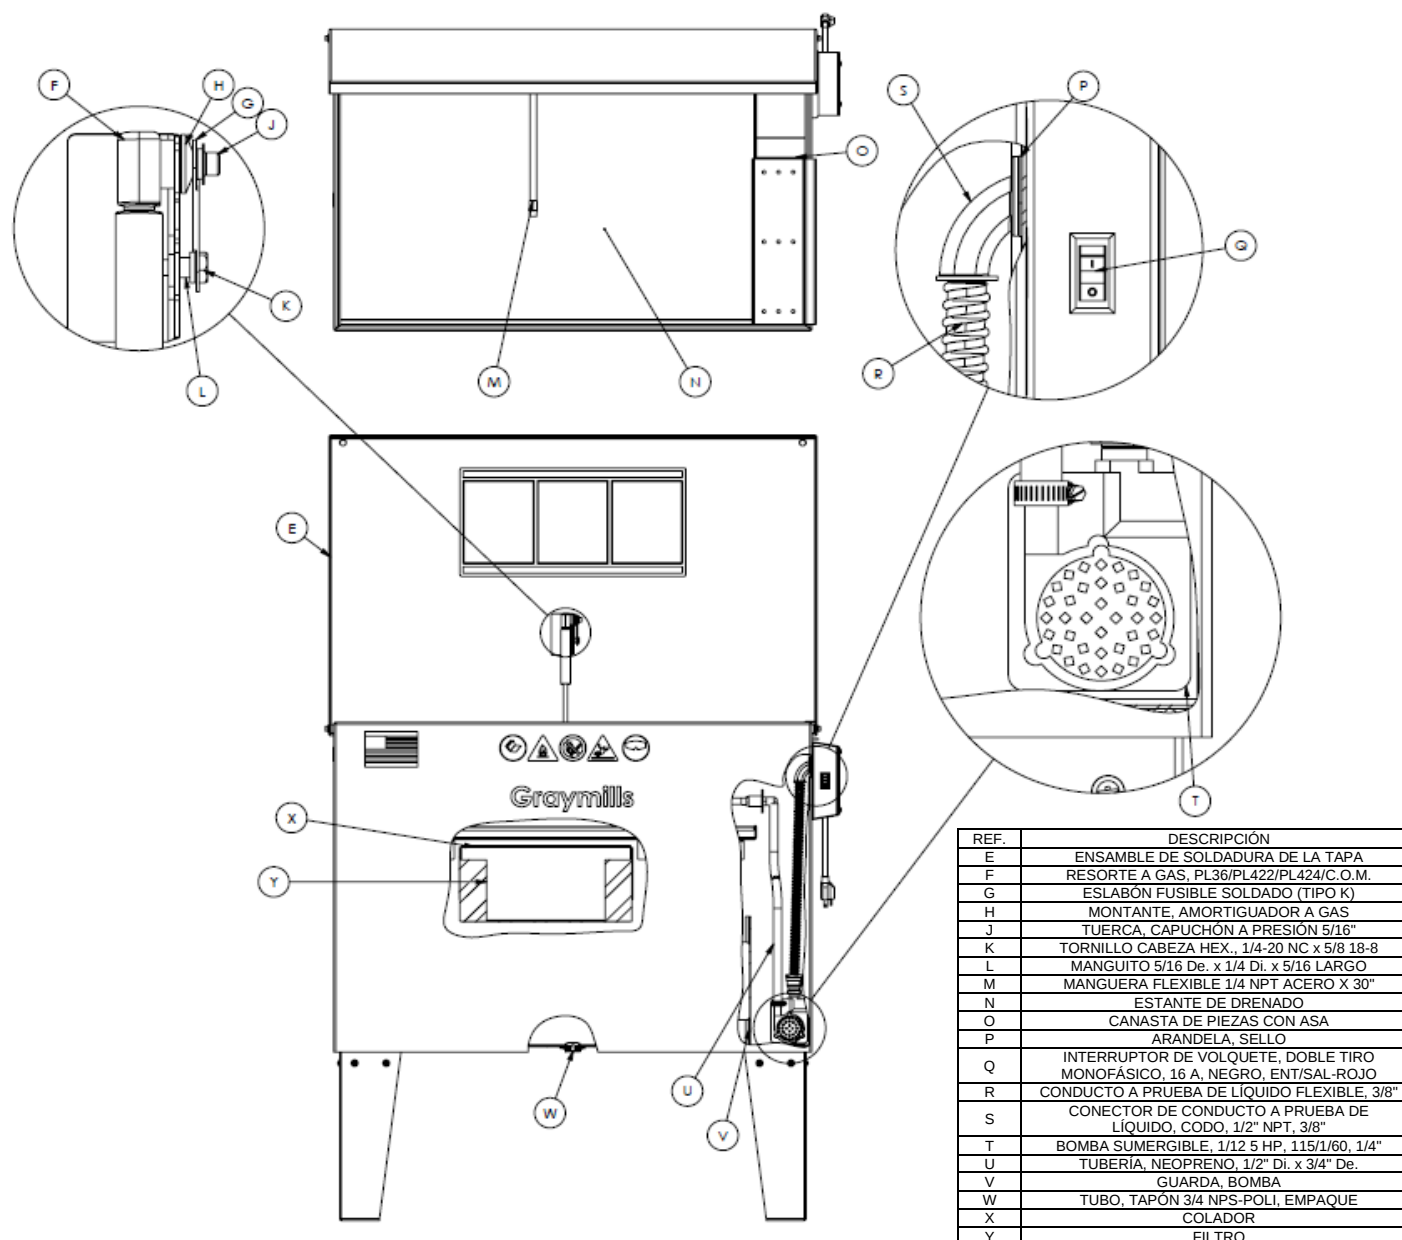

FIGURA 2
Abra la tapa de seguridad automática (FIGURA 2 (E)) de su Handi-Kleen y notará que se levanta con una sola mano de manera sencilla y fácil. No hay nada que conectar ni que desconectar para abrir o cerrar la tapa.
La tapa de su Handi-Kleen está equipada con un resorte a gas de dos vías (FIGURA 2 (F)) que también incluye un eslabón fusible (FIGURA 2 (G)). Cuando se abre, el mecanismo de la tapa sostiene la tapa en un ángulo ligeramente inclinado hacia adelante. Este ángulo es necesario a fin de asegurar que el eslabón fusible de la tapa cumpla su función en el improbable caso de incendio en el depósito. En caso de un incendio, el eslabón fusible se fundirá a 165 °F, permitiendo que la tapa se cierre de golpe y reduciendo el aporte de oxígeno al incendio.
El colador (FIGURA 2 (X)) se engancha a la parte trasera del depósito, debajo del estante de trabajo, y se quita fácilmente para su limpieza. El solvente fluye desde una manguera de enjuague metálica (FIGURA 2 (M)) sobre el estante de trabajo (FIGURA 2 (N)) y drena a través de las ranuras en la parte trasera del estante de trabajo hacia el colador ubicado detrás del depósito en la parte intermedia. Los sedimentos pesados caen hacia el fondo del contenedor rectangular. Luego el solvente fluye a través de la almohadilla filtrante (FIGURA 2 (Y)) y retorna hacia el depósito. Mantenga el colador limpio para prolongar la vida del solvente.
La bomba (FIGURA 2 (T)) es un elemento muy valioso para la limpieza de las piezas. Es particularmente útil para enjuagar la suciedad y la grasa reblandecida que se desprenden al cepillar las piezas. Las bombas están diseñadas para que los modelos de Handi-Kleen funcionen a baja presión con el fin de ayudar a evitar las salpicadas. Estas bombas están hechas de termoplástico reforzado de alta resistencia. Puede ser necesario limpiar regularmente el cedazo de la bomba que protege la toma de la bomba.
- Quite la manguera flexible (M) del soporte en "L", diríjala por sobre los lados del depósito hacia un contenedor adecuado y utilizando la bomba extraiga todo el solvente excepto la última pulgada.
- Abra el drenado (FIGURA 2 (W)) ubicado en el centro del fondo del depósito para permitir que los residuos de lodo drenen a una bandeja de desechos.
Un flujo de solvente disminuido de la boquilla puede significar que no está llegando suficiente solvente a la bomba, lo cual indica que hay acumulación de lodos en el área de la toma de la bomba. Limpie el cedazo de la bomba cada semana para un mejor funcionamiento, y con mayor frecuencia cuando el uso sea pesado. Saque la bomba del compartimento y revise el fondo del compartimento de la bomba para revisar si hay lodos. Si es necesario limpiar el compartimento de la bomba quite la guarda metálica (FIGURA 2 (V)) doblando los bordes hacia adentro para desengancharla de sus soportes de retención. La bomba tiene un cedazo secundario que puede requerir limpieza adicional.
El cable eléctrico de la bomba está protegido con un conducto de plástico (FIGURA 2 (R)) y pasa hacia la caja eléctrica a través del conector en forma de codo (FIGURA 2 (S)) que utiliza un sello de caucho (FIGURA 2 (P)) para impedir que el solvente ingrese a la caja eléctrica. El sello de caucho debe reemplazarse siempre que esté dañado o muestre señales de desgaste.